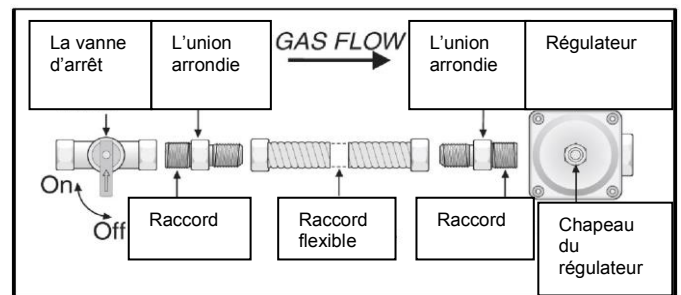

Figure 14
peut faire craquer le régulateur résultant en une fuite de gaz et un feu ou une possible explosion (voir Figure 14).
5) Visez de nouveau le chapeau du régulateur dans le régulateur et ré-attachez le régulateur au raccord et à l'union arrondie (voir Figures 14 et 23).